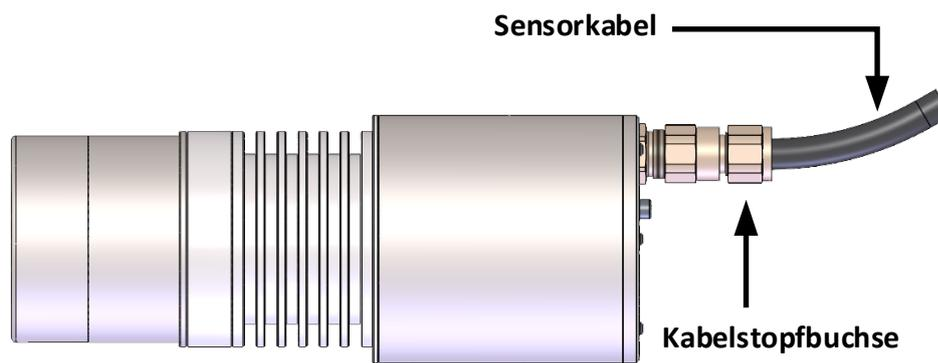

Abbildung 3: Sensorkabelverschraubung
- Bei der Installation des Kabels muss der Benutzer für die erforderliche Zugentlastung sorgen, um die Kabelverschraubung zu schützen (Abbildung 3). Das Kabel muss einen Mindestbiegeradius von 90 mm haben. Jede Biegung des Kabels muss mindestens 25 mm von der Kabelverschraubung entfernt beginnen.